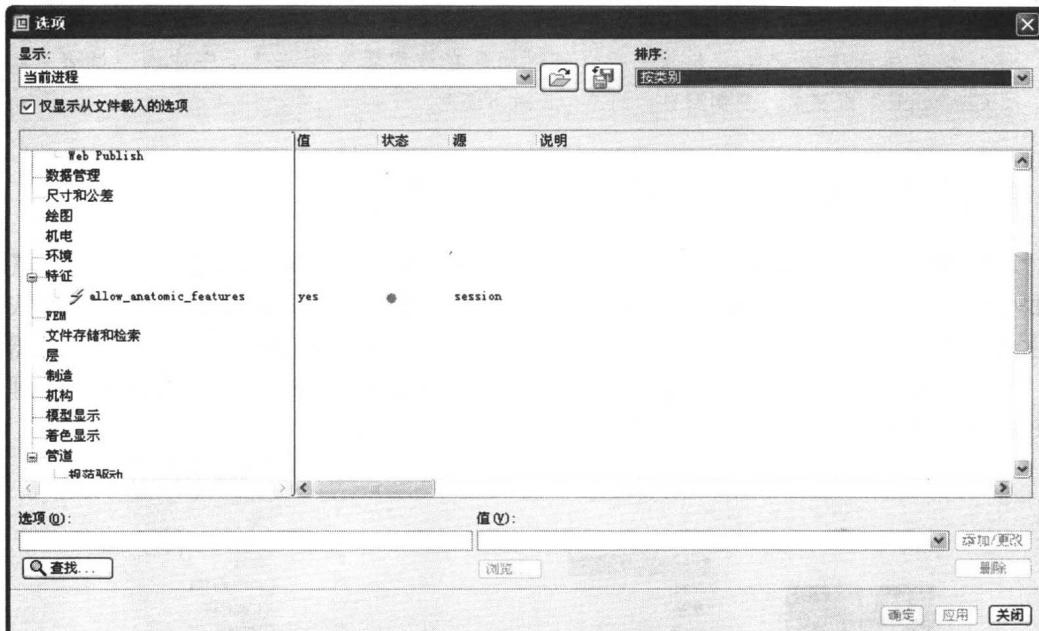

图1-9
3. 在【选项】对话框中，勾选【仅显示从文件载入的选项】复选项，结果如图 1-9 所示。